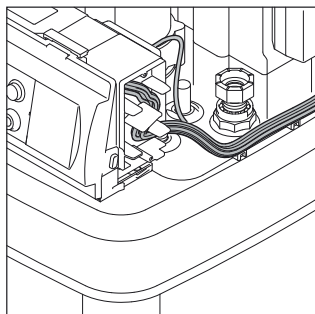

Figura 4-25 Colocar el cableado en la chicane.
- Colocar el cableado que salga hacia fuera en el lado derecho de la carcasa en la descarga de tracción (figura 4-25). Para el cableado interno en caso de intercambio, rige el mismo procedimiento en el lado de la carcasa izquierda.